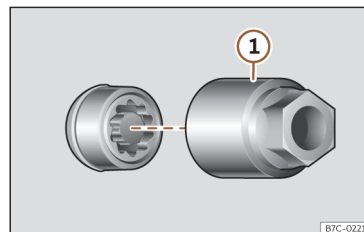

Abb. 205 Diebstahlhemmende Radschraube mit Abdeckkappe und Adapter.
- Setzen Sie den Spezialadapter >>> (Abb. 205) ① (Bordwerkzeug >>> S. 329) bis zum Anschlag in die diebstahlhemmende Radschraube ein.